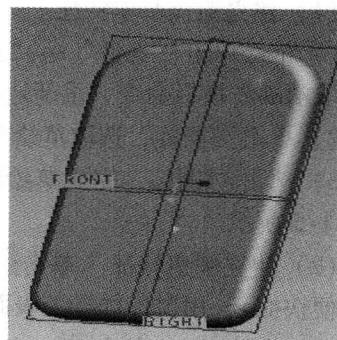

图 1-6 圆角特征
(2) 建立圆角特征 单击图标，在“链”状态下（对多边进行倒角时，用链选取较方便快捷），用鼠标选择上表面棱边，单击确认按钮，系统在绘图区下方弹出输入值对话框，在框内输入 5，单击，完成倒圆角功能，圆角特征如图 1-6 所示。